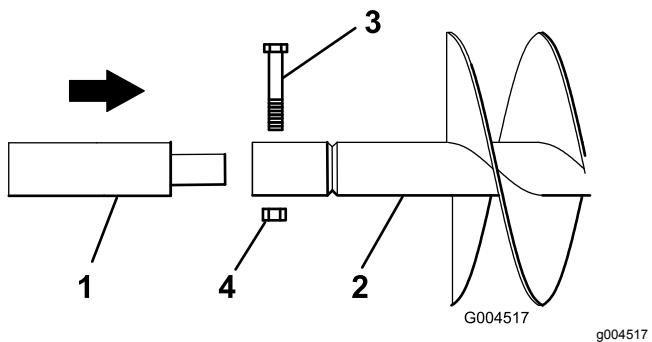

Figure 6
- Si vous utilisez une rallonge avec la tarière, insérez l'extrémité de la rallonge à l'extrémité de la tarière et fixez-les ensemble avec un boulon ($\frac{7}{8}$ " x $4\frac{1}{2}$ ") et un écrou ($\frac{7}{8}$ "), comme montré à la Figure 6.